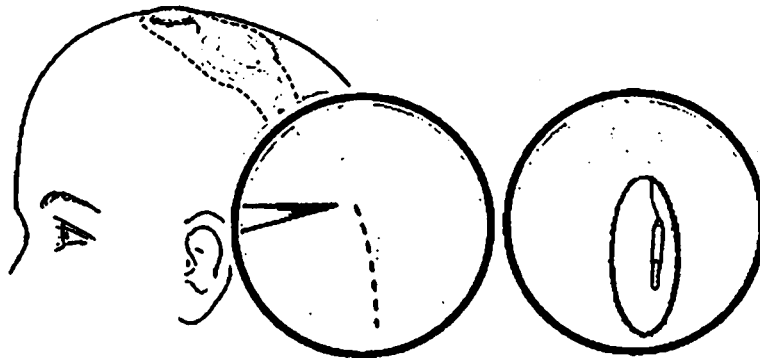

Figura 20. Practique una incisión para dejar al descubierto el electrodo y el capuchón.
2. Practique una incisión suficiente para dejar al descubierto el electrodo y el capuchón. Haga sitio para sujetar firmemente el electrodo al acceder al capuchón y al conectar el electrodo a la extensión (Figura 20).